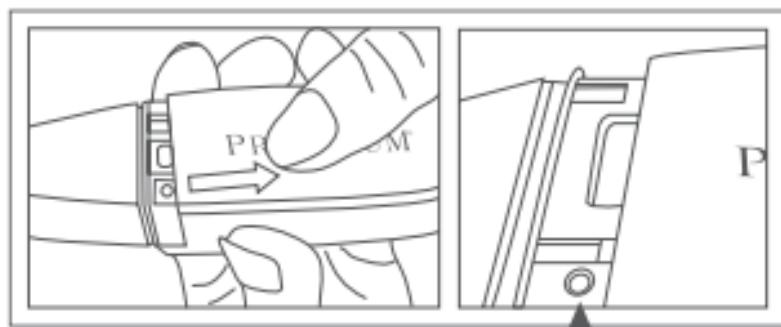

Abb. 4
4. Entfernen Sie die Batteriefachabdeckung, um die Taste zur Aktivierung des Kalibriervorgangs freizulegen, die sich in einer Öffnung am unteren linken Rand befindet, wie in Abb. 4 gezeigt.